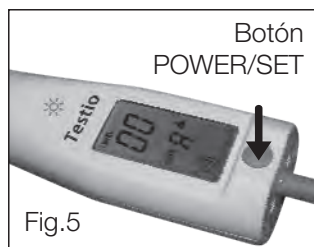

Fig.5
6.6. Encendido del aparato (fig.5)
- Apagar el aparato, pulsar y mantener el botón «POWER/SET» (fig. 5) hasta que aparezca un pitido. Cambiar el indicador de sonido según el circuito cíclico.
- Para forzar el reinicio de las mediciones, presionar brevemente el botón «POWER/SET» (fig. 5).
- Presionar y soltar el botón «POWER/SET» (fig.5) durante 1 segundo para forzar el apagado del aparato.